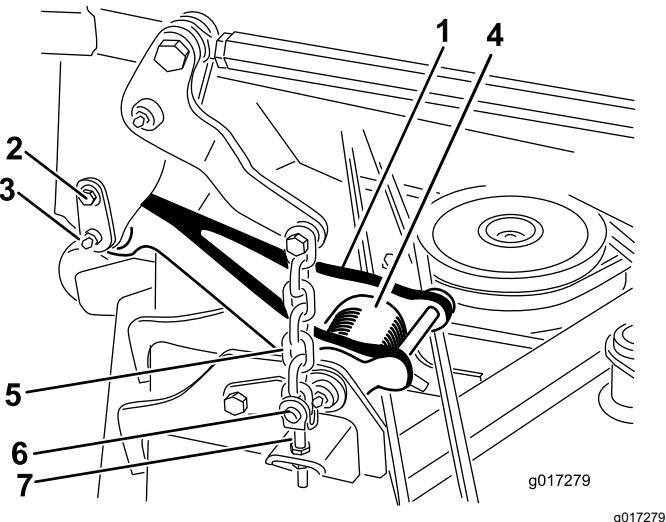

Figura 4
Nota: Quando a unidade de corte está na posição elevada, a tensão da mola de torção da articulação (Figura 4) é reduzida, tornando muito mais fácil desligar as articulações da máquina.
2. Desligue a articulação de cada lado da máquina (Figura 4).
- A. Retire o parafuso do ombro que prende o pino de retenção à estrutura da carroçaria (Figura 4).
- B. Deslize cuidadosamente o pino de retenção da estrutura da carroçaria e articulação (Figura 4).
6. Retire os 4 ganchos de anel e passadores de forquilha que prendem as correntes de elevação aos passadores de ajuste no cortador (Figura 4).
2. Instale os 4 passadores de forquilha e ganchos de anel para prender as correntes de elevação da unidade de corte aos passadores de ajuste no cortador (**Figura 4**).
- 5. Alinhe a articulação à estrutura e ligue a articulação com o pino de retenção (Figura 4). Prenda o pino de retenção na estrutura com o parafuso de ombro (Figura 4).